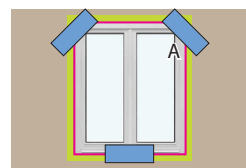

Fig. 11
1. Sørg for, at vindue-/døråbning er 20 mm større end vinduets/dørens ydre omkreds langs hele omkreds (se fig. 11).